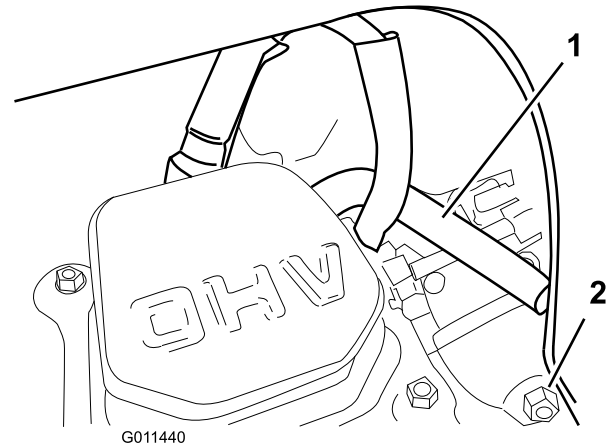

Figure 33
Remarque: Veillez à faire passer le tube de reniflard au-dessus du fil de la bougie, comme montré à la Figure 33.
6. Vidangez le carburateur par la vis de vidange (Figure 33) dans un bidon d'essence homologué.